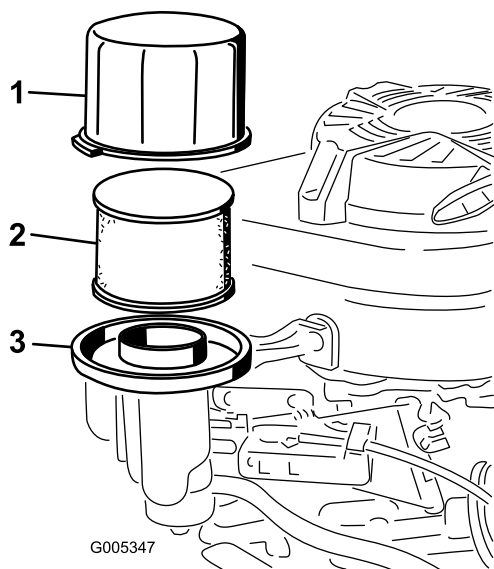

Bild 20
3. Entfernen Sie die Abdeckung und reinigen Sie sie gründlich (Bild 20).
4. Nehmen Sie den Schaumvorfilter und den Papierluftfilter aus dem Luftfilterunterteil heraus (Bild 20).